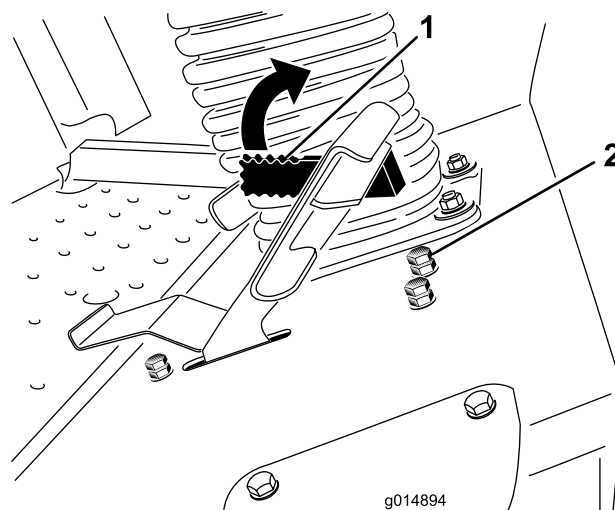

Figura 52
3. Allentate il controdado sul bullone di arresto del limitatore della velocità (Figura 52).
La leva del limitatore della velocità (Figura 52) può essere spostata in avanti per limitare la velocità di trazione durante l'utilizzo della macchina.